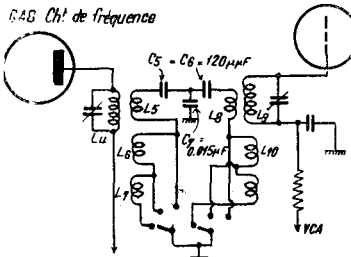

Fig. 2. — Circuit de couplage à haute fidélité.
b) *Un circuit de couplage à haute fidélité* (figure 2).